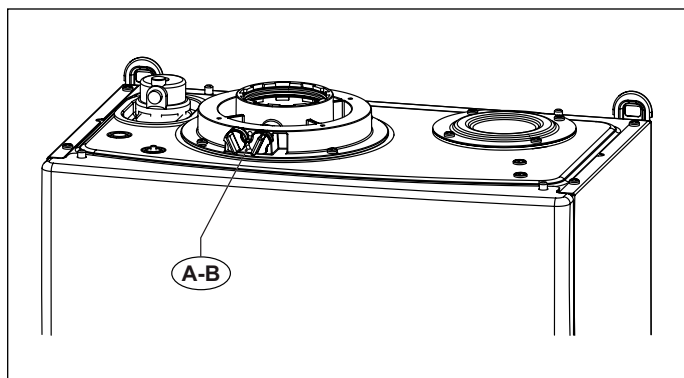
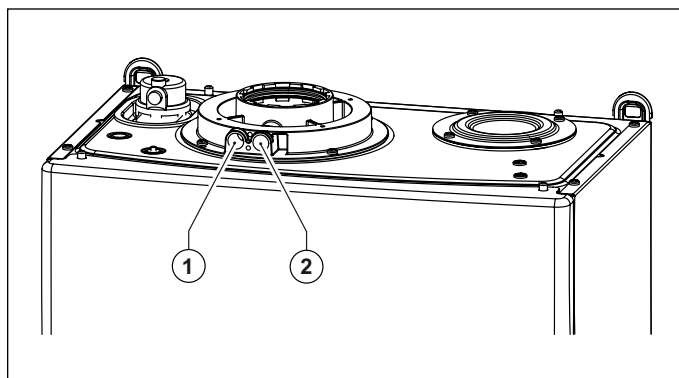

Fig. 17 Posizione tappi
Fig. 18 Posizione fori
La caldaia è provvista di una torretta per il collegamento della tubazioni di aspirazioni aria/scarico fumi (vedi Fig. 17 Posizione tappi e Fig. 18 Posizione fori).
Nella torretta sono stati predisposti dei fori per l'accesso diretto all'aria comburente ed allo scarico dei fumi (vedi Fig. 18 Posizione fori).
Prima di effettuare le misurazioni togliere i tappi **A** e **B** dai fori predisposti sulla torretta (vedi Fig. 17 Posizione tappi).
- misura dell'aria comburente prelevata nell'apposito foro **1** (vedi Fig. 18 Posizione fori).
- misura della temperatura fumi e della CO2 prelevata nell'apposito foro **2** (vedi Fig. 18 Posizione fori).